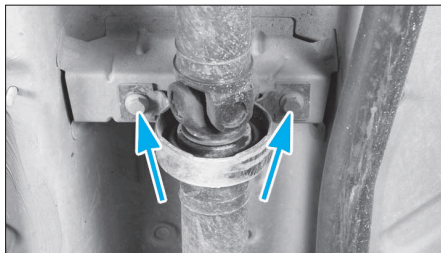

FIG. 16
- Déposer les vis de fixation (Fig.16), afin de libérer partiellement l'arbre longitudinal.
- Déposer les vis de fixation (Fig.16).